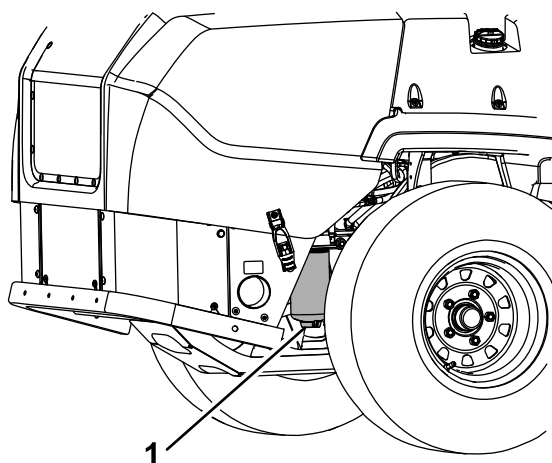

Figura 45
4. Abra o tampão de drenagem no separador de água aproximadamente 1 volta para permitir que a água e outros contaminantes drenem (Figura 45).